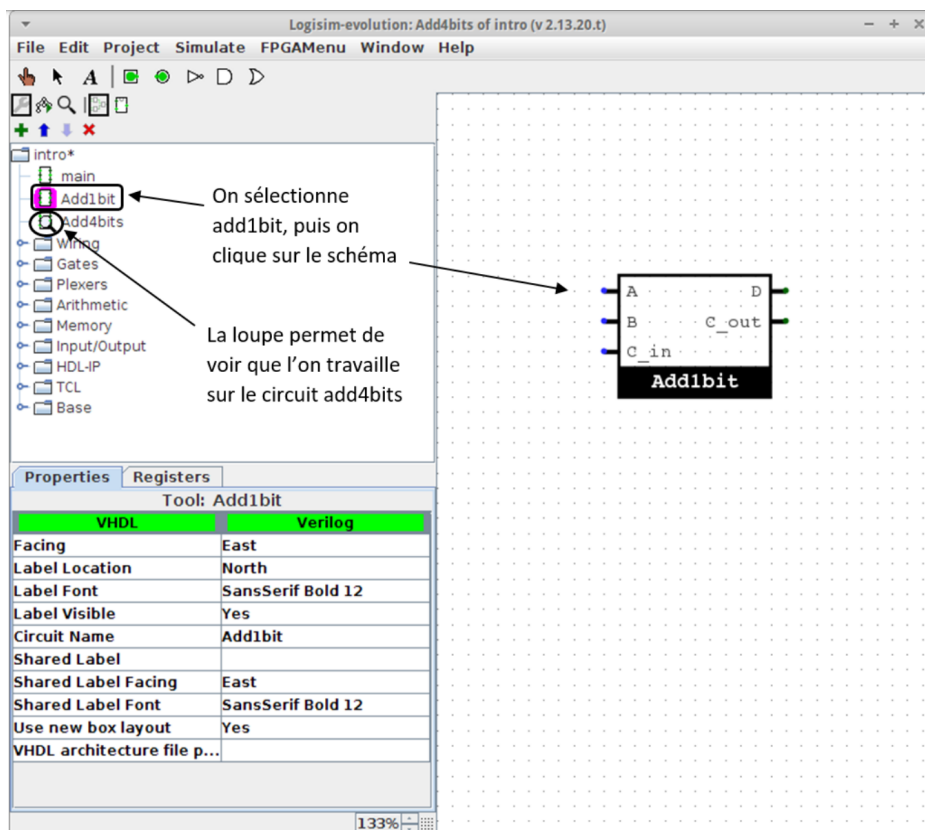

FIGURE 6 – Sous circuit
2. Il est alors possible d'ajouter un sous circuit `Add1bit` de la même manière que l'utilisation d'un composant quelconque. Il suffit de cliquer sur `Add1bit` dans le menu indiqué sur la Figure 6, puis de le placer en cliquant sur le schéma.